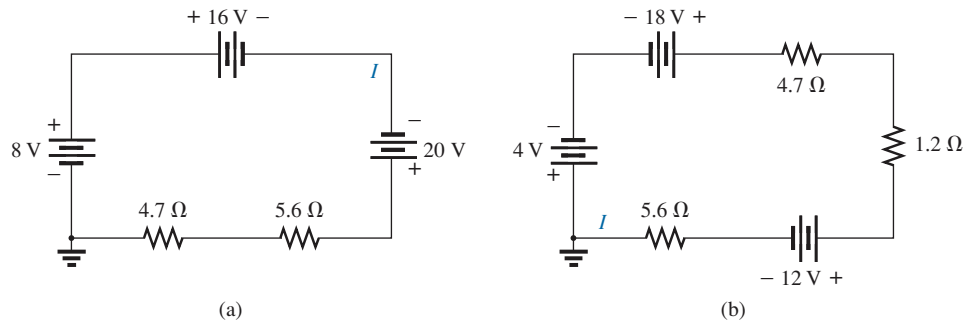

FIG. A4.103
19. Determine la corriente I y su dirección para cada red de la figura A4.103. Antes de resolver I , dibuje de nuevo cada red con una sola fuente de voltaje.